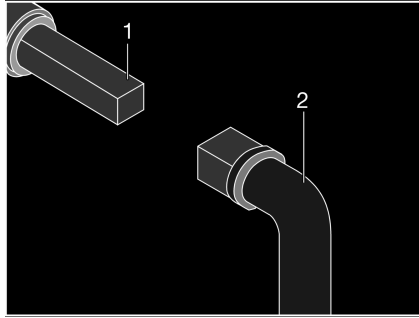

Fig. 222 Manejo del grifo para la eliminación de aguas residuales
- Insertar la llave (Fig. 222,2) en el cuadrado (Fig. 222,1).